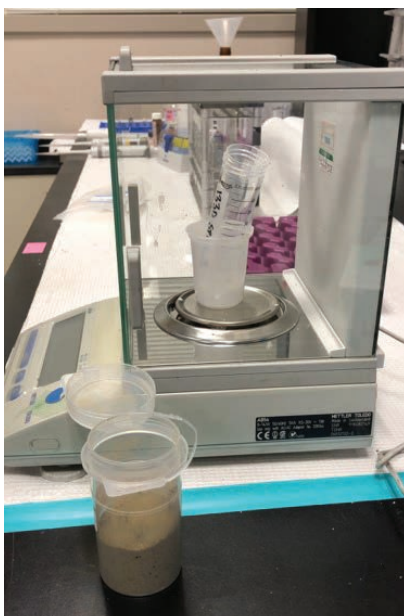

图 1.
1. 称取 1 g 均质大麻样品，置于 50 mL 离心管中（图 1）